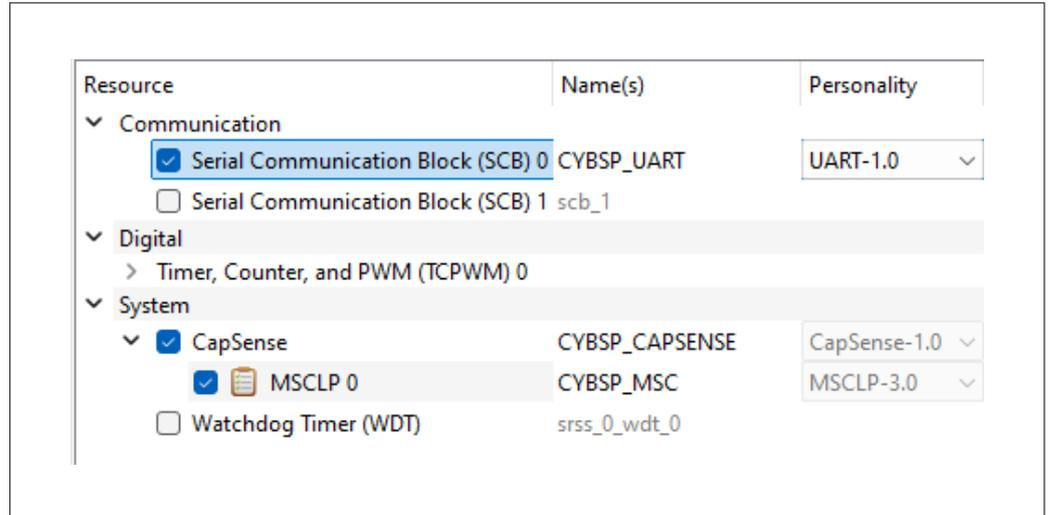
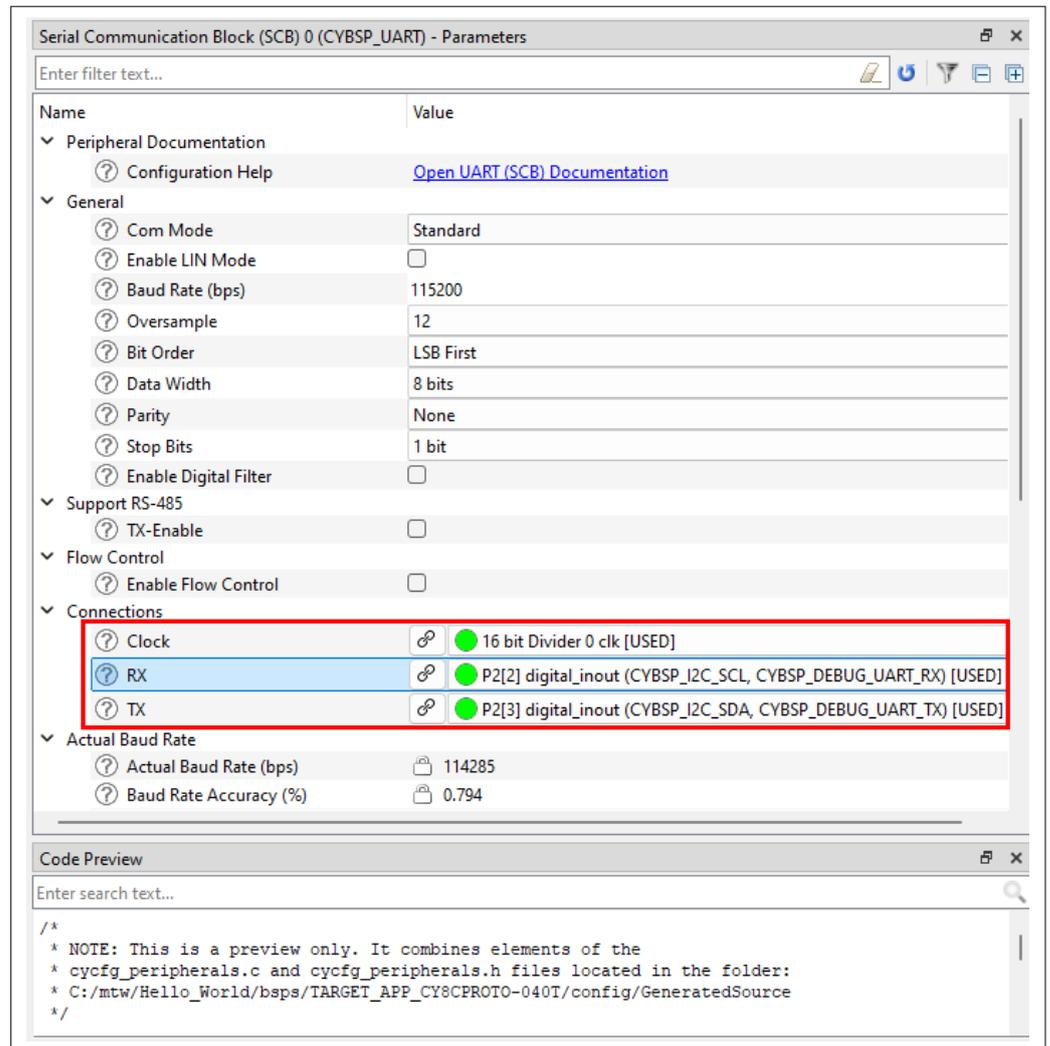

図 19 SCB を UART として有効化
図 20 UART 設定パラメーターの設定
- a. **Resources Categories** ペインの **Peripherals** タブに移動し、**Serial Communication Block (SCB) 0** を有効にし、パーソナリティを UART-1.0 に、名前を `CYBSP_UART` に設定します。図 19 では、キットに必要な Rx/Tx ピンに基づいて SCB インスタンス 0 が選択されています。図 20 に示すように、Rx および Tx 設定パラメーターのドロップダウンには、SCB 0 でサポートされるピンが表示されます。各 SCB インスタンスで使用できるピンについては、デバイス データシート を参照してください。